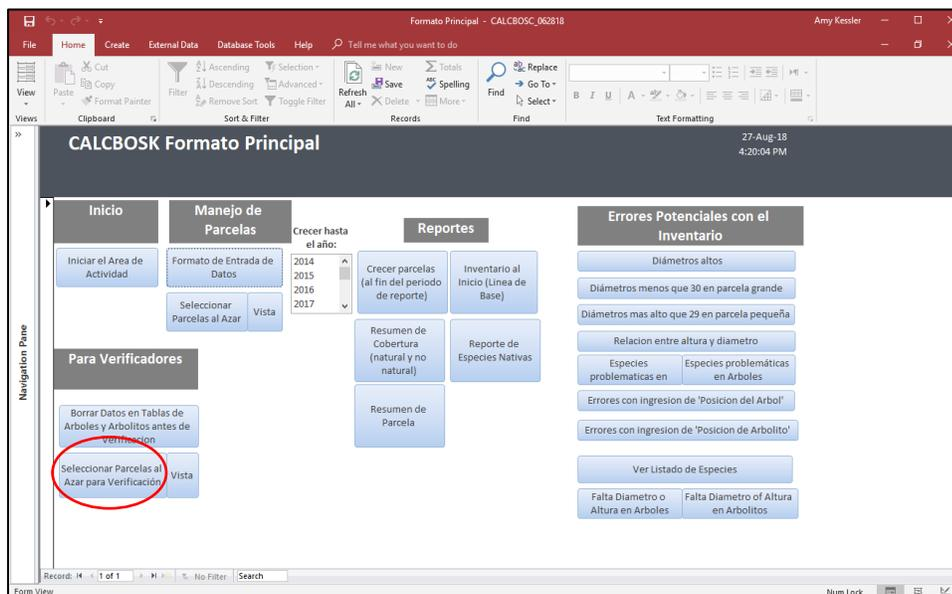

Figura 71. Selección de Parcelas para la Verificación
- 1.1. Antes de la visita al sitio, el órgano verificador deberá de colocar las parcelas en un orden aleatorio para llevar a cabo el muestreo secuencial. El órgano verificador debe de descargar el CALCBOISK del proyecto que se sometió para verificación de la cuenta del proyecto en el sitio de APX de la Reserva. Una vez que se descarga la versión correcta, el órgano verificador puede generar la lista de parcelas utilizando el botón [Seleccionar Parcelas al Azar para Verificación] (Figura 71).